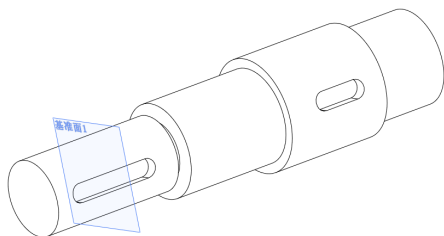

图 4-12 通过等距距离创建基准面对象
(3) 单击【确定】按钮, 即可通过等距距离创建基准面对象, 效果如图 4-12 所示。